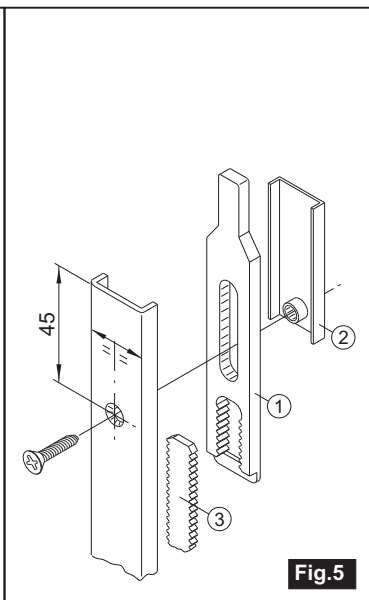

Fig.5
- Accorciare anche l'asta seghettata (3) della stessa misura rilevata per il frontale **Fig.5**
- Ripristinare sul frontale il foro svasato $\varnothing 5.5$ a 45 mm **Fig.5** utilizzando come dima il corrispondente foro sulla guida (2) del puntale.
- Shorten the notched rod (3) down to the length measured for forend plate **Fig.5**
- Restore the countersunk hole $\varnothing 5.5 - 45$ mm on forend plate **Fig.5** using the correspondent hole on the rod end guide (2) as template.
- Raccourcissez la tige crantée (3) jusqu'à la même longueur **Fig.5**
- Effectuez le trou évasé $\varnothing 5,5 - 45$ mm **Fig.5** en utilisant comme gabarit le trou correspondant sur le guide (2) de l'embout.
- Acortar también la varilla dentada (3) a la misma medida tomada para el frontal **Fig.5**
- Reponer sobre el frontal el hoyo a forma de V $\varnothing 5,5$ a 45 mm **Fig.5** utilizando como patrón el correspondiente hoyo sobre la guía (2) del puntal.